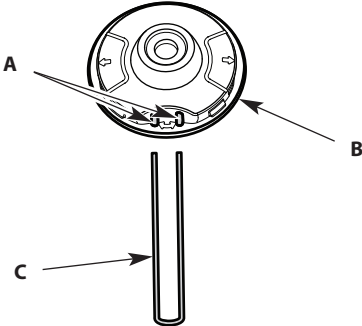
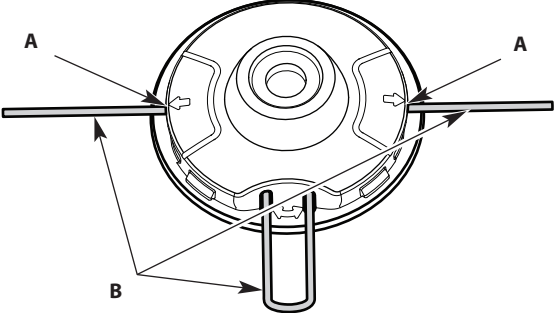

Fig. 1
Fig. 2
3. Insert the ends of the new trimming line into the holes in the cutting head (Fig. 1). Push the line through the holes until both ends protrude from the positioning tunnels (Fig. 2).
3. Insérez les extrémités du nouveau fil de coupe à travers les orifices de la tête de coupe (Fig. 1). Poussez le fil dans les orifices jusqu'à ce que les deux extrémités fassent saillie des tunnels de positionnement (Fig. 2).
3. Inserte los extremos del nuevo hilo de recorte dentro de los orificios del cabezal de corte (Fig. 1). Empuje el hilo a través de los orificios hasta que ambos extremos sobresalgan de los conductos de posicionamiento (Fig. 2).